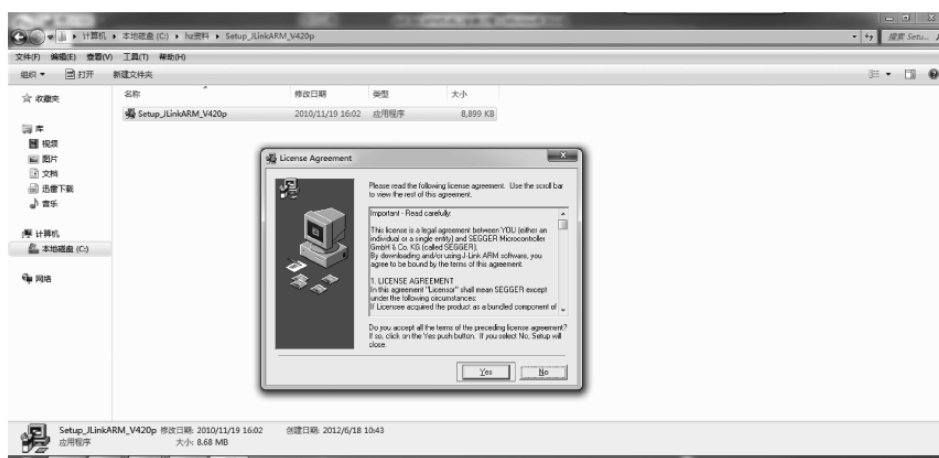

图 3.10 安装仿真器驱动
(1) 运行安装程序 Setup\_JLinkARM\_V420p 安装包,并单击 Yes 按钮,如图 3.10 所示。